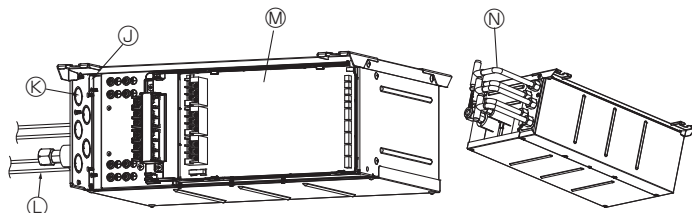

Fig. 8-6
- Lors de l'installation de la plaque de conduit ⑩, ne découpez que les orifices défonçables qui sont nécessaires au câblage ⑦. Découper des orifices défonçables inutiles pourrait provoquer des dégâts en raison de l'invasion de petites créatures ou autres.
- Lors de la découpe des orifices défonçables sur la plaque de conduit, veillez à n'engendrer aucune déformation ni distorsion sur la plaque. En outre, lors de l'installation de la plaque de conduit, veillez à ce qu'il n'y ait aucun intervalle entre la plaque et les tuyauteries ou les orifices de conduit, sans quoi cela pourrait provoquer une panne de la carte contrôleur en raison de l'invasion de petites créatures ou autres. (Fig. 8-6)